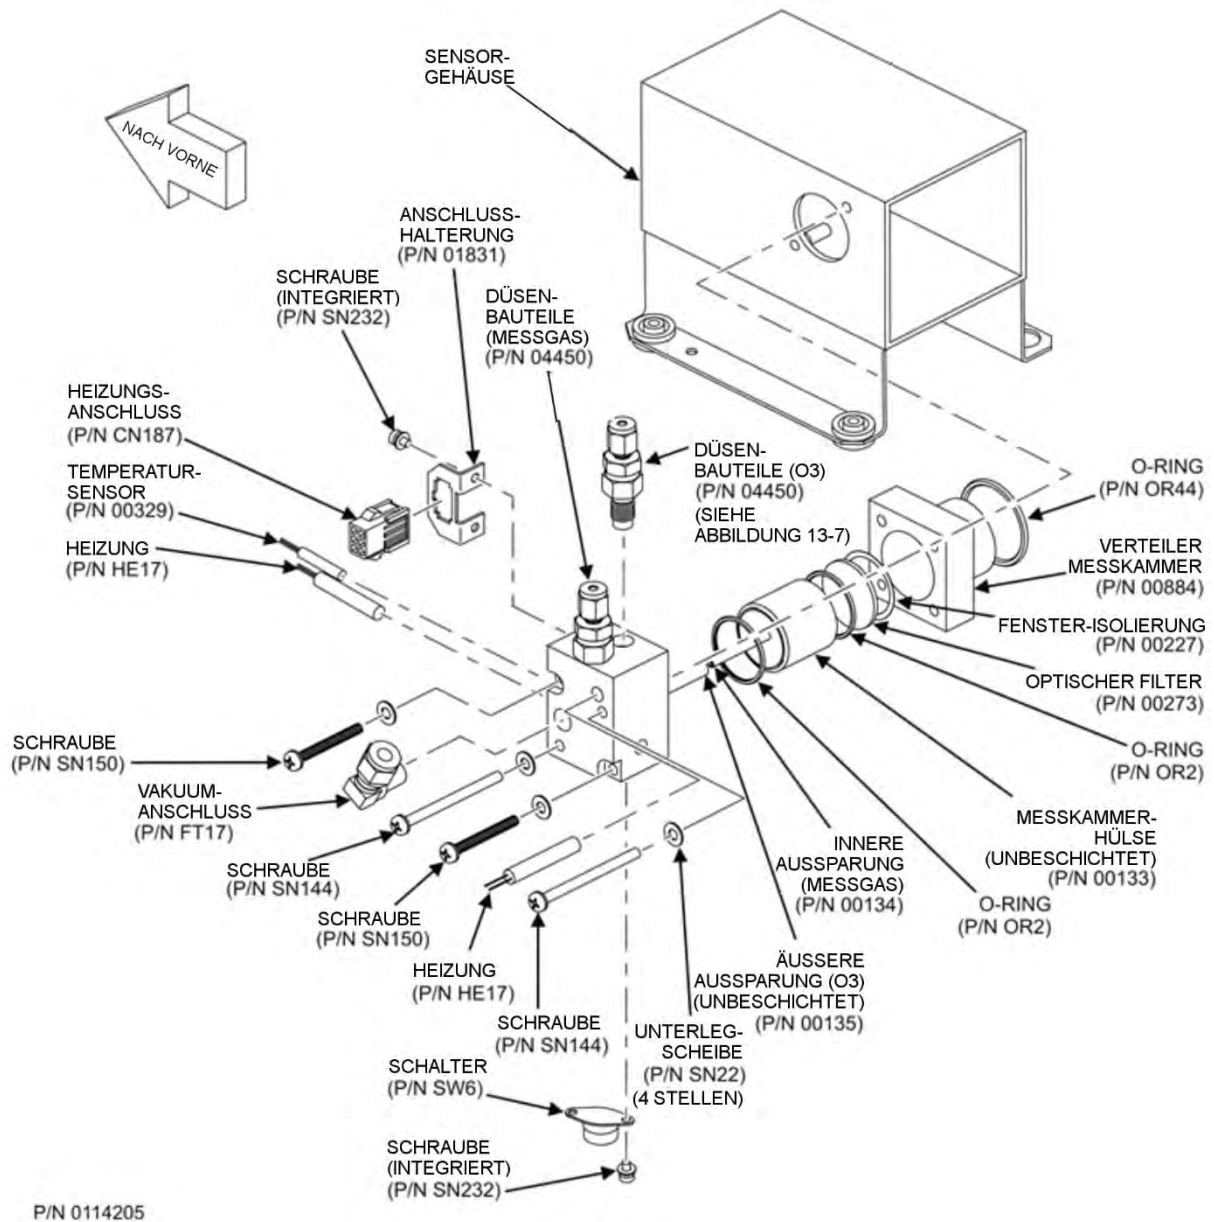

Abbildung 5-11 Messkammer
Um die Messkammer zu reinigen muss diese vom Sensorgehäuse entfernt werden. Siehe Abbildung 5-11 für den folgenden Vorgang.
2. Entfernen Sie die Abdeckung des Analysators und lokalisieren Sie die Messkammer (siehe Abbildung 2-3 und Abbildung 5-11).